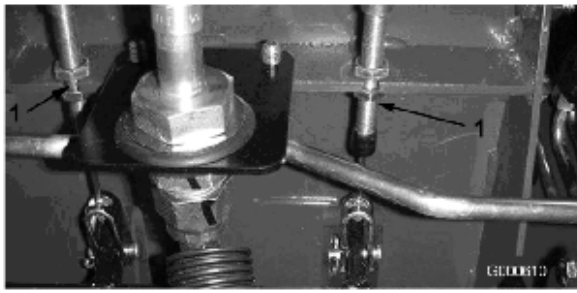

図 51
- A. ブレーキ・ケーブル（図 51）の端にある前ナットをゆるめる。